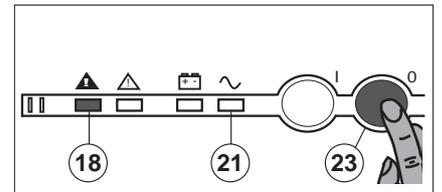

Fig.6
- appuyer pendant 3 secondes sur le bouton (23) "arrêt onduleur" (figure 6) :
- l'onduleur (7) s'arrête si les conditions de transfert sont remplies,
- le voyant (21) "utilisation protégée" s'éteint,
- le voyant (18) "utilisation non protégée" s'allume,
- l'utilisation est alimentée par le réseau d'alimentation via le "contacteur statique" (3).